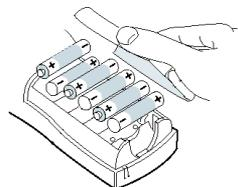

Figura 2
1. Aprire il compartimento delle batterie. Vedere Figura 2.